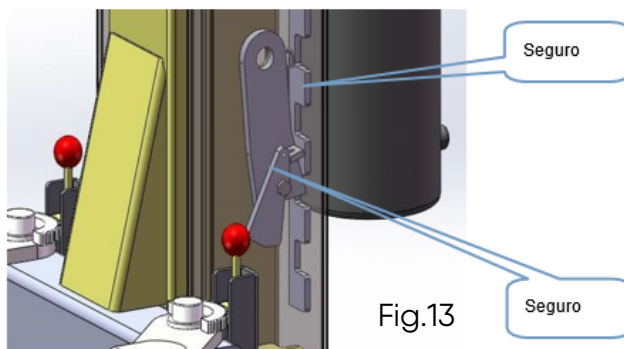

Fig.13
2.Verifique se as travas mecânicas podem ser bem engatadas ou liberadas durante o processo de execução. Ajuste apertando o parafuso sextavado conforme mostrado no desenho a seguir, caso as travas não funcionem bem. (Aparafuse no sentido horário caso a trava não possa ser liberada e aparafuse no sentido anti-horário caso a trava não possa ser engatada.) (Fig 13)